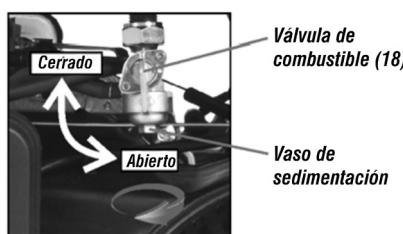

Fig. 24 – Retirando vaso de sedimentación
- Con auxilio de una llave, retire el vaso de sedimentación (fig. 24);
- d. Desmonte el sistema, retirando el filtro de combustible, el anillo de sellado/oring y el vaso de sedimentación (fig. 24);